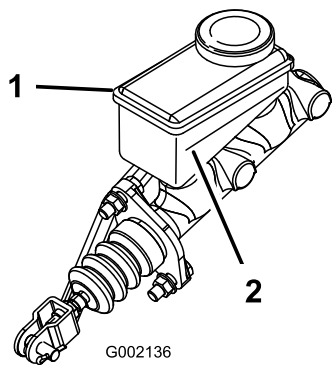

図 37
3. タンク側面についている最低ラインより上までDOT 3ブレーキ液が入っていることを確認する図 37。